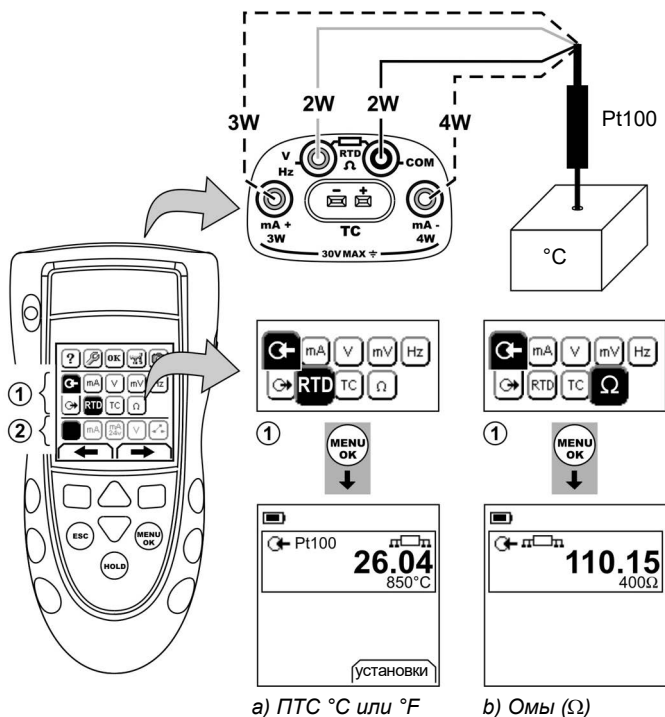

Рисунок 7: Пример конфигурации - Для измерения значений температуры или сопротивления
1. Подключите прибор (Рисунок 7/8) и, при необходимости, отрегулируйте *Настройка* (Таблица 1).